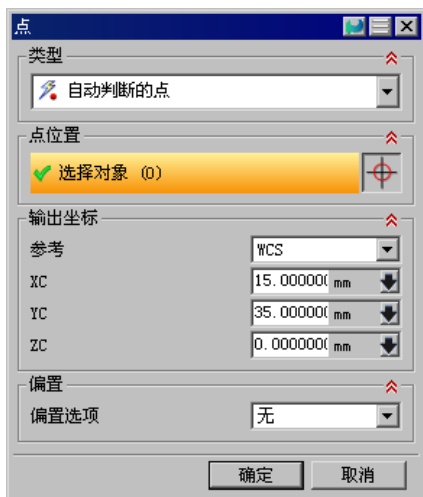

图 9.7 “点”对话框
Step2. 在“非切削移动”对话框中选择 **逼近** 选项卡，然后在 **逼近刀轨** 区域 **刀轨选项** 下拉列表中选择 **点** 选项，然后单击“点对话框”按钮，系统弹出“点”对话框，在该对话框设置图 9.7 所示的参数，单击 **确定** 按钮。